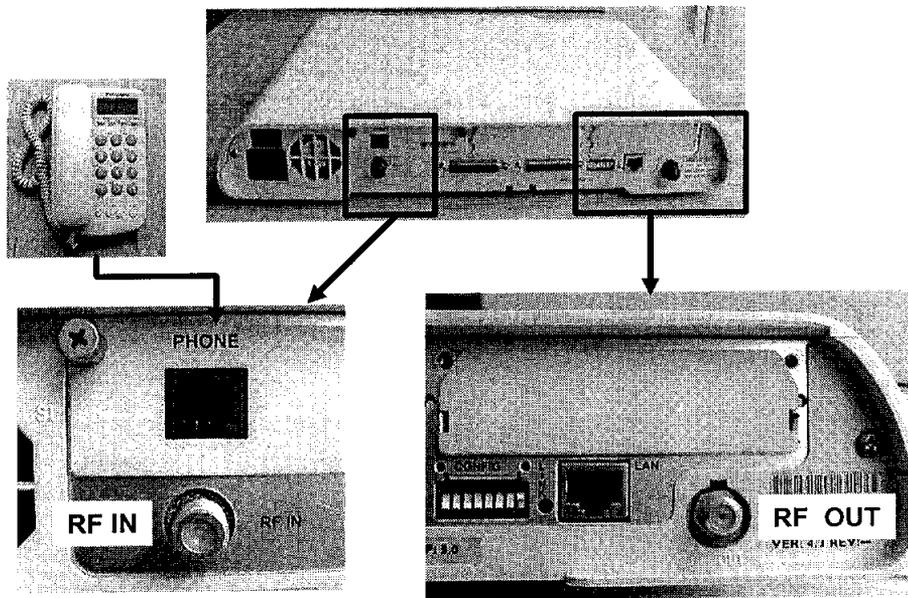

FIG. 15
1. Localice los puertos de RF-IN y RF-OUT en la parte posterior del equipo IDU (Fig. 15)